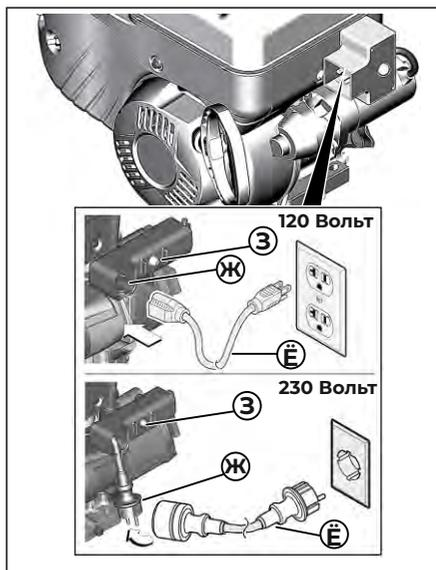

Рис. 21
8. Модели с электрическим запуском: присоедините удлинитель (рис. 21, поз. Ё) к корпусу стартера (рис. 21, поз. Ж), а затем к стенной розетке. Нажмите на кнопку включения стартера (рис. 21, поз. З). После того как двигатель запустится, отсоедините удлинительный шнур от настенной розетки сети электропитания, а затем от стартера.